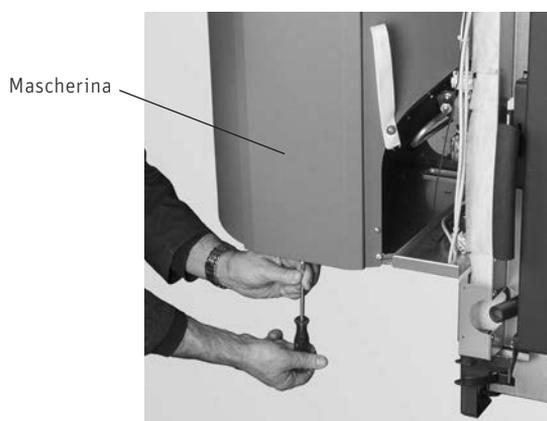
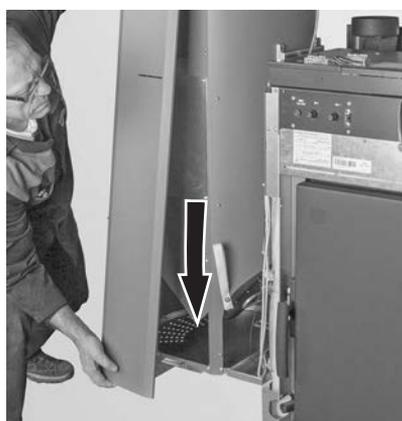

Fig. 37 Smontare la mascherina, rimuovere la vite
Fig. 38 Spingere la mascherina in basso e rimuoverla (chiusura a baionetta)
- Smontare la mascherina della stiva, a tale scopo rimuovere la vite dalla parte inferiore (Fig. 37), spingere la mascherina in basso e quindi rimuoverla (è agganciata con una chiusura a baionetta) – Fig. 38.